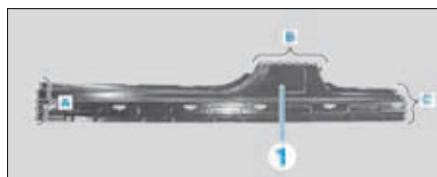

FIG. 91
- Tracer puis découper à l'aide d'une scie dans les zones (A, B et C) (Fig.91).